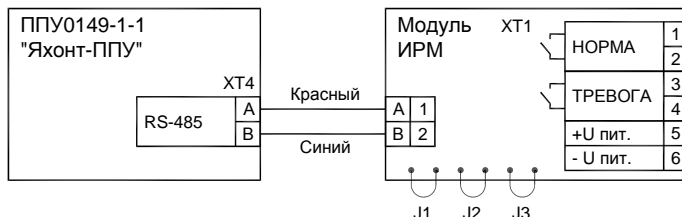

Рис.2. Пример схемы подключения модуля ИРМ
5.1 Подключение модуля ИРМ к прибору «Яхонт-ППУ» проводить согласно схеме на рис.2.